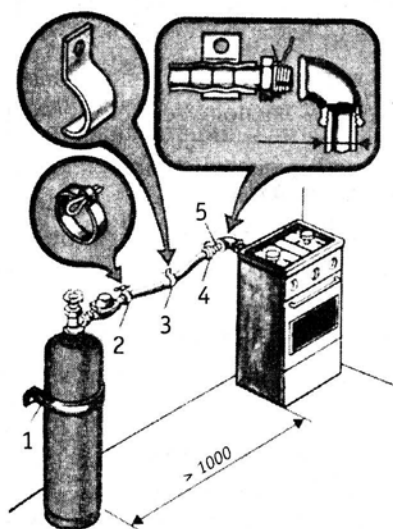

Рис. 1—10—10. Соединение баллона (50 или 80 л) с кухонной газовой плитой:
3. Газопровод от шкафа к плите может быть только металлической трубой. Предпочтительно для этого применить стальную трубу G 1/2—B с наружным диаметром $D_n = 21$ мм, ибо резьба входной части распределительного газопровода плиты G 1/2—B, что соответствует 1/2" в «древних» обозначениях. Правда, плита ПБ-4 имеет в этом месте резьбу 3/4". Резьбовые соединения на газопроводе разрешаются только в месте расположения газовых приборов и запорной арматуры (рис. 1—10—10а).
Регуляторы преимущественно имеют накидные гайки, которые накручивают на вентили баллонов (рис. 1—10—36). Выходной штуцер каждого регулятора обычно ступенчатый для надевания резиноканевого рукава. Но одно из исполнений регулятора РДГ-8 имеет выпускной штуцер (рис. 1—10—4) с резьбой G 1/2—B (т. е. 1/2"), который через муфту и контргайку сочленяют с концом изогнутой трубы. Накидную гайку этого же регулятора навинчивают на тройник. Одна или две присоединительные трубки свяжут тройник с вентилями баллонов. После заключительной репетиции всех совмещений прикрепляют шкаф к фундаменту и по возможности к стене.
При размещении баллона рядом с плитой внутри помещения их соединяют резиноканевым рукавом (рис. 1–10–10б). Для этого в угольник газопровода плиты заворачивают штуцер, на который натягивают рукав, фиксируемый хомутом. Вторым концом рукава надевают на штуцер регулятора и тоже стягивают хомутом. Баллон обязательно прикрепляют к стене накладкой, вырезав ее из металлического листа толщиной не менее 0,8 мм. По концам накладки пробивают отверстия под гвозди или шурупы. Накладка устраняет возможность падения баллона. Если это произойдет, то рукав будет сдернут со штуцера и при открытом вентиле газ хлынет в помещение, искра приведет к взрыву...